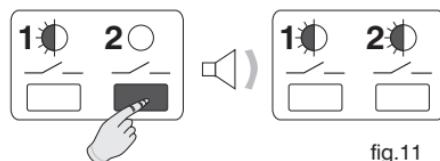

fig.11
- Mantener pulsada la **tecla 2** hasta que se oiga una señal acústica; luego, soltar la tecla. Los dos **LED** parpadean. El **canal 2** está listo para asignarse al **cronotermostato “Master”** (fig.11)